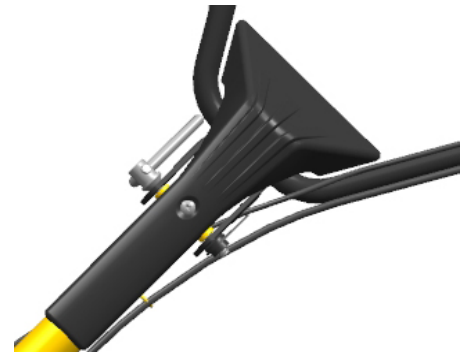

Abbildung 5
- Lösen Sie den Hebehebel und wählen Sie die Öffnung in einer passenden Position. Stellen Sie dann die Querstange des Griffs auf Bedienerhöhe ein und drehen Sie den Hebehebel, um ihn festzuziehen. (Siehe Abb.5).